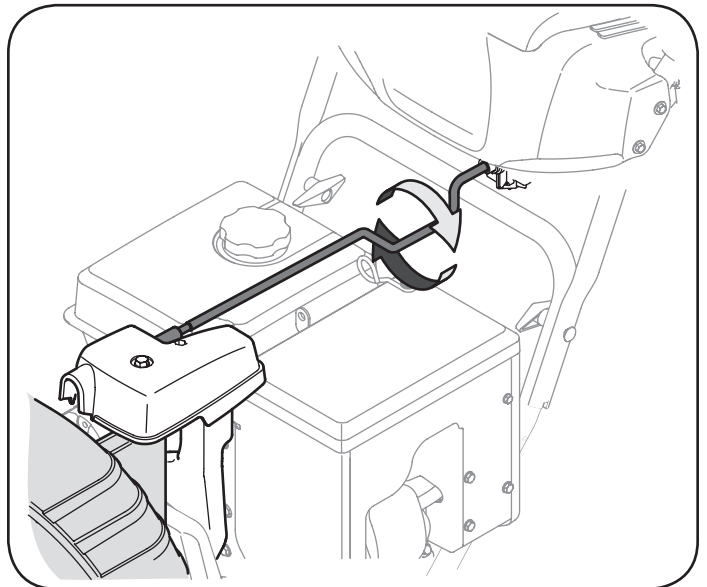

Figura 18
4. Agarre la parte dentada de la barra de control tolvá y girar manualmente el conjunto de la canaleta hacia la derecha o hacia la izquierda. Ver la Figura 18.